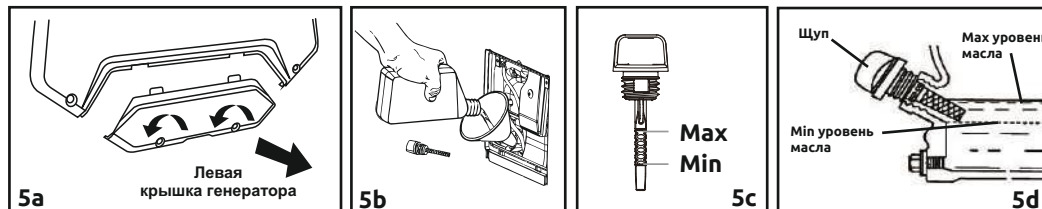

Рисунок 5 - Уровень масла
- Откройте панель для доступа к узлам двигателя (рис. 5а).
- Закройте панель (рис. 5а).